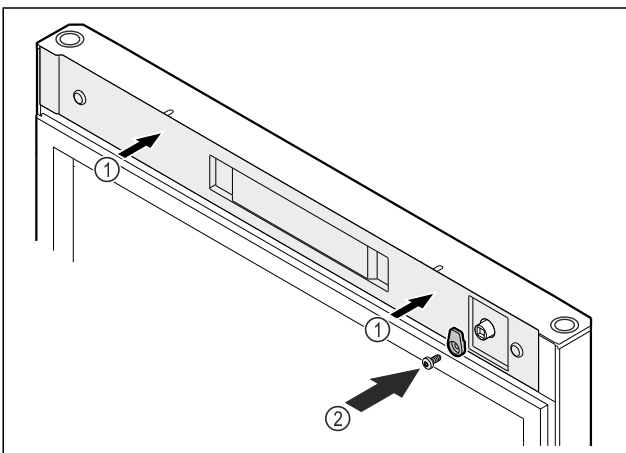

Fig. 55
- ▶ Applicare la copertura Fig. 55 (1).
- ▶ Avvitare i ganci di chiusura Fig. 55 (2).